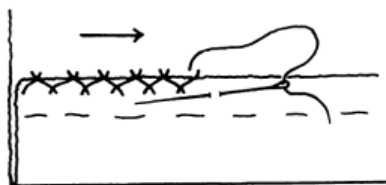

Рис. 6
### КРЕСТООБРАЗНЫЙ СТЕЖОК (РИС. 6)
1. Заматайте деталь в нужном месте (на выбранном примере изображен подгиб) (рис. 6).
2. Закрепите нить с левого конца изделия и сделайте маленький стежок «вперед иголку» на нижней детали. Удерживайте край подгиба на ладони, т. е. в направлении, указанном на рис. 6. Стежок должен быть сделан не точно вровень с закрепляемым краем, а чуть выше него. Выведите иголку, вытянув нить до конца, но не без натяжения.
3. Через несколько сантиметров сделайте с правой стороны такой же маленький стежок «вперед иголку», но на сей раз вколите иглу в подгиб (за 4–5 мм от края) (рис. 6). Вытащите иголку и потяните нить, как в предыдущий раз.
Он особенно подходит для подгибов и обтачек из эластичных тканей (джерси и т. п.): в отличие от разных видов крестообразных стежков, показанных на рис. 6 и 7, закрепление с использованием данного стежка получается менее заметным с лицевой стороны. Обметайте край, выполните подгиб и заметайте его.